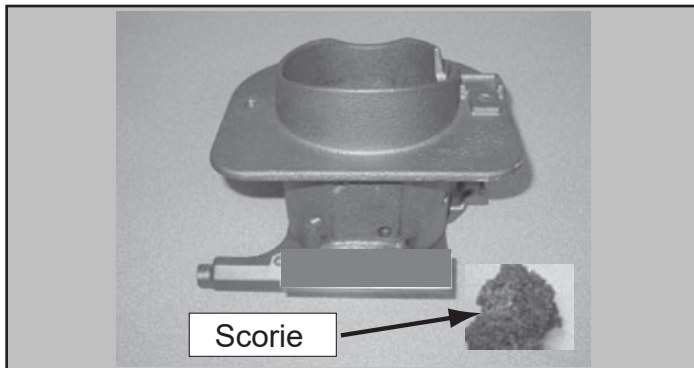

Figure 20.2 - Pot de combustion avec une grosse scorie
- d. Il pourrait falloir utiliser votre outil de nettoyage de pot de combustion pour éliminer les matériaux qui se sont accumulés sur les parois du pot et pour faire sortir les scories (**Figure 20.2**).